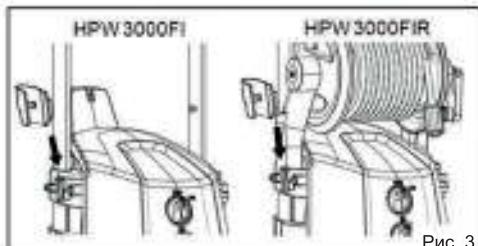

Рис. 3
2. Установите держатель пистолета с левой стороны мойки (рис. 3).